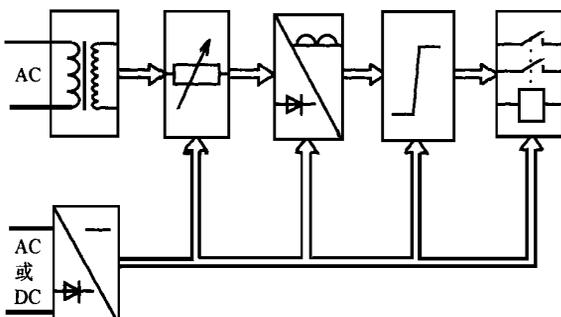

图1
原理方案设计本着性能价格适度的原则, 经过几次筛选, 尽量减少元件, 简化接线, 最后确定的原理方案框图如图1。
(2) 断线。若闪光信号装置接线中出现断点,也会造成全厂闪光信号消失。这种情况相当于切除了闪光信号装置。最常见的情况是图 1 中的熔断器熔断造成接线中出现断点,按下试验按钮 YA,若白灯 BD 发闪光,则是 2RD 熔断,否则是 1RD 熔断,不过,1RD 熔断后 BD 会熄灭,易于判断。如果 1RD、2RD(这里不考虑直流电源的监视问题,3RD 估且不谈)完好,则需要检查闪光信号回路,可用万用表直流电压档分别测 SM 与正极、SM 与负极之间的电压值判断断点所在的范围,并用类似的方法缩小范围,直到找到断点,应当注意,在带电情况下不可使用对线灯或万用表欧姆档来检查。